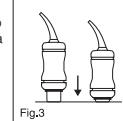

Fig.3
- b) Per attivare la capsula, premere il pulsante di attivazione finché non raggiunge il livello del corpo principale (Fig. 3).
- b) Para activar la cápsula: presionar el émbolo hasta que esté a nivel con la parte principal (Fig. 3).